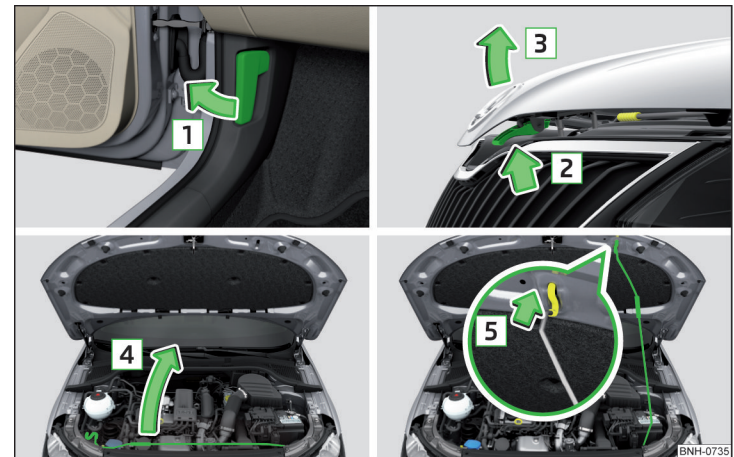

Fig. 230 Deschiderea capotei
- ▶ Deschideți portiera din față și trageți de maneta de deblocare aflată sub planșa de bord în sensul săgeții **1** » fig. 230.